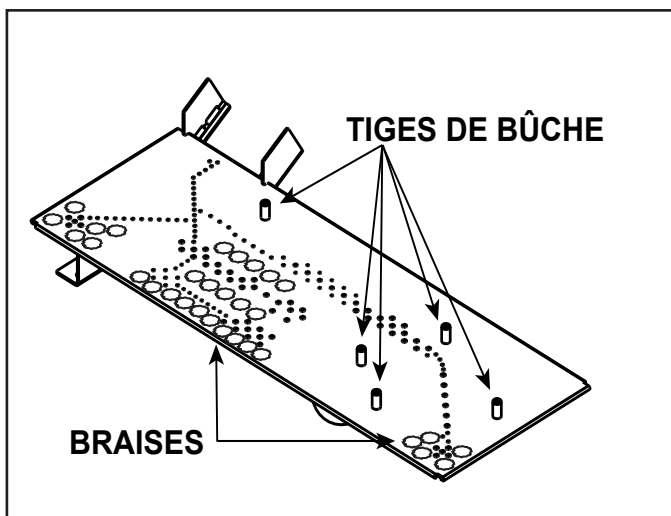

Figure 1. Emplacements de la tige de la bûche et des Glowing Ember - SL - 7BV
Quatre tiges de bûche sont installées sur le brûleur. Ces tiges sont utilisées pour maintenir la position des deux bûches arrière et la bûche du brûleur. Voir la figure 1 pour l'emplacement des tiges de bûche.
- La bûche arrière gauche, la bûche arrière droite et la bûche du petit brûleur utilisent les orifices du côté au bas, correspondant aux tiges de bûche sur le brûleur. Consultez les figures 1 et 2.
3. Retirez les Glowing Embers® de l'emballage et installez les braises comme il est indiqué à la figure 1. Attention à ne pas placer les braises directement sur les orifices et en évitant l'excès.